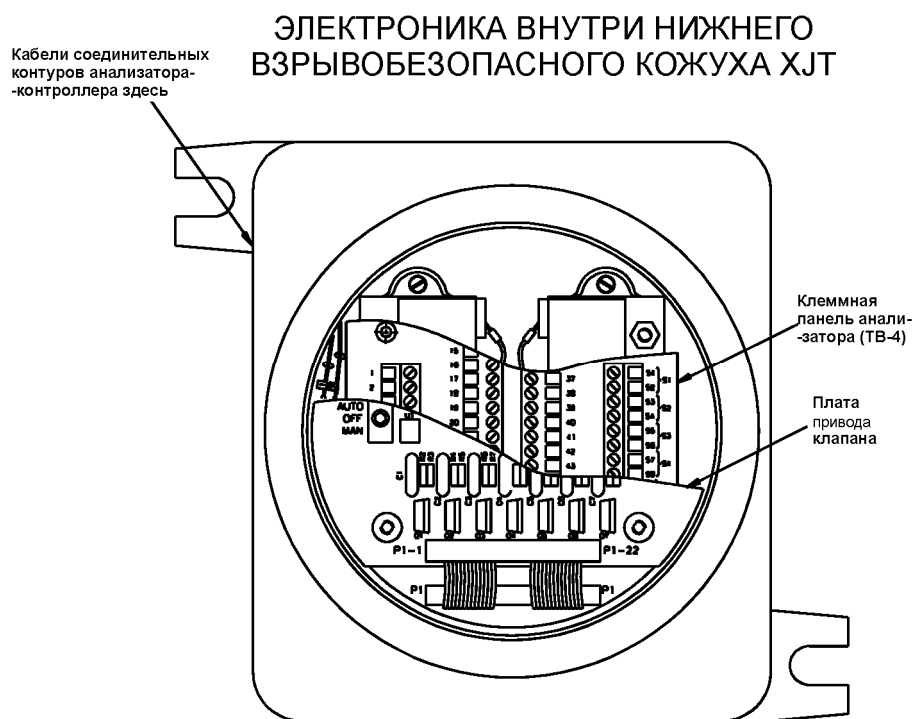

Рисунок 3-4. Под крышкой взрывобезопасного кожуха находится плата привода клапанов, за которой расположена соединительная колодка ТВ-4.
- (3) Вам потребуется пропустить соединительный кабель через вход в левой верхней части кожуха и подсоединить его провода к соединительной клеммной колодке (ТВ-4), которая расположена за платой привода клапана (смотри рисунок 3-4).